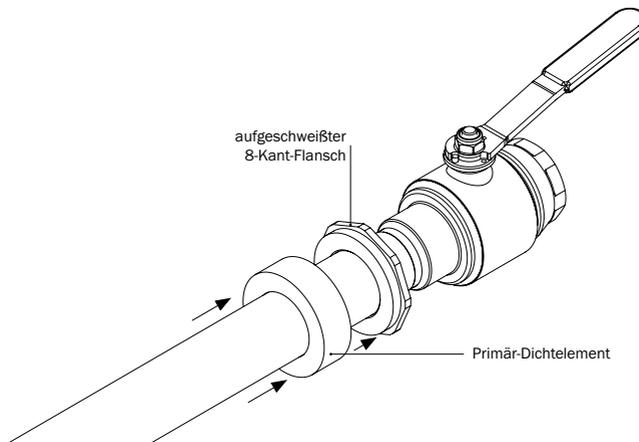

Abbildung 5.3: Positionierung Primär-Dichtelement
- Schieben Sie das Primär-Dichtelement über die Gashauseinführung Voigt DN 32 bis zum aufgeschweißten 8-Kant-Flansch (s. Abbildung 5.3)